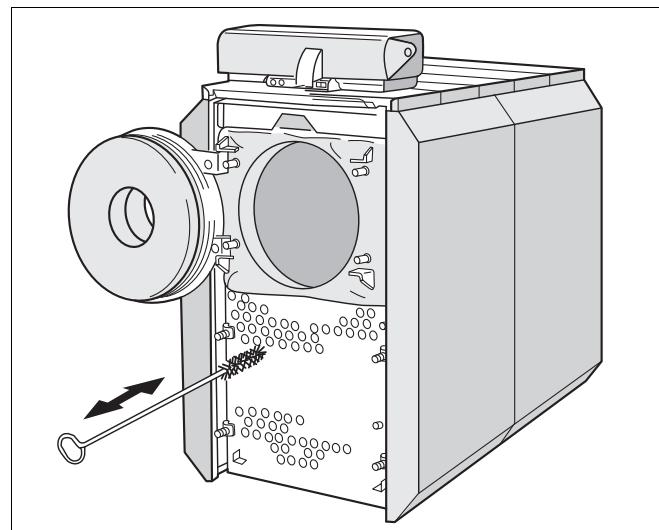

Рис. 30 Чистка щетками дополнительных поверхностей нагрева
Если вы не протащили ёршик щетки (рис. 30) через всю трубу, то обратно ее можно будет вытащить только с большим трудом.
- Прочистите щеткой трубы дополнительных поверхностей нагрева (рис. 30).